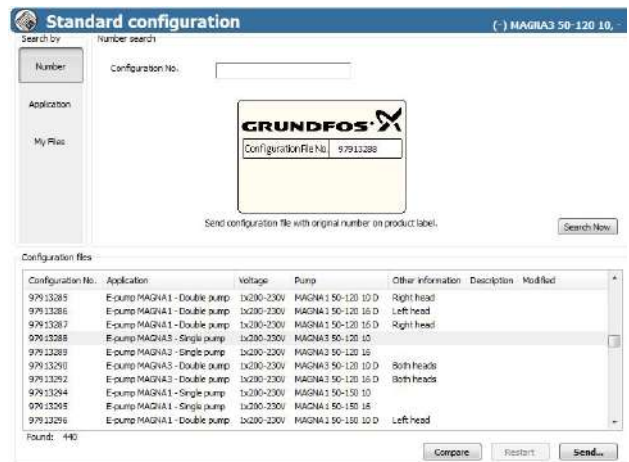

Рис. 35 Отправка файла GSC
11. Найдите файл GSC в списке и нажмите [Send] (отправить). См. рис. 35 и перечень файлов GSC в разделе 13. GSC-файлы.